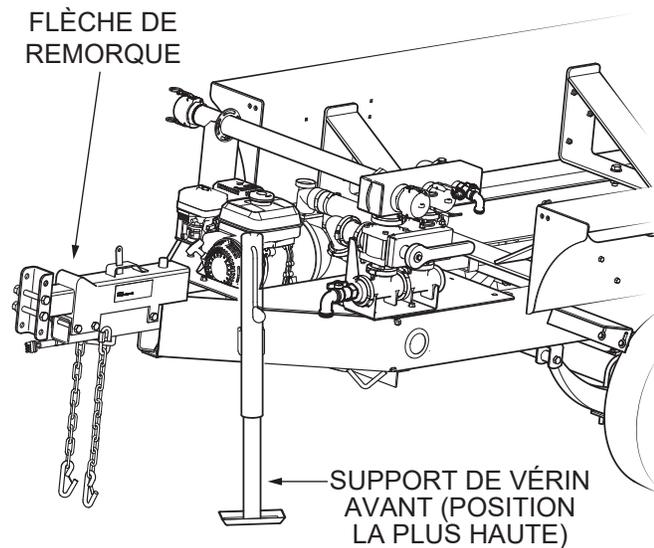

Figure 21. Relevage de la flèche de la remorque
2. Placez l'unité sur une surface plane et soulevez la flèche de la remorque en plaçant le support de vérin avant à la position la plus élevée (Figure 21).